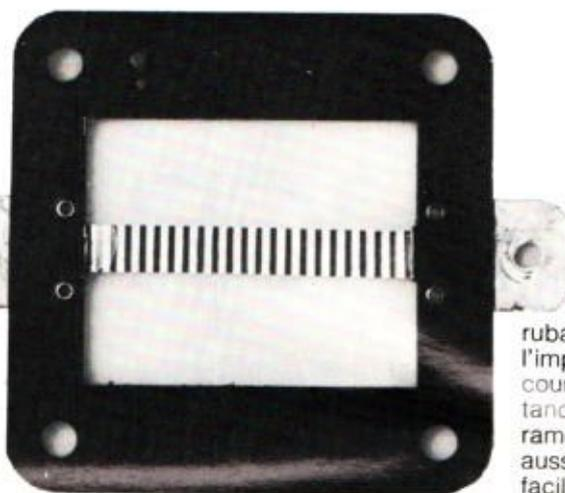

FIGURE 61. – Élément rayonnant d'un haut-parleur d'aigu à ruban (réalisation DECCA). Dimensions du ruban : 8 mm x 56 mm.
La réalisation correspondant à la figure 61 fait appel à un ruban en Mylar aluminisé de 2,5 microns d'épaisseur dont le poids avoisine 10 mg, soit 20 fois moins qu'une membrane de tweeter classique. Les cannelures transversales permettent d'abaisser la fréquence de résonance propre du ruban à quelques dizaines de hertz tout en rigidifiant la structure dans le sens transversal (1).